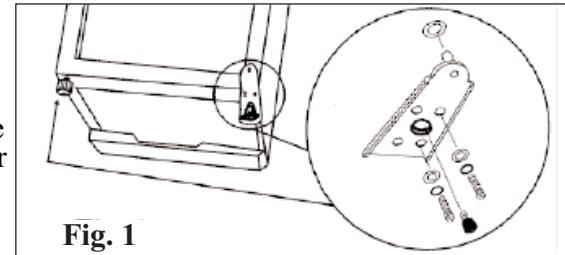

Fig. 1
- 1) Pour avoir accès à l'assemblage de la charnière inférieure de la porte, incliner le réfrigérateur vers l'arrière ou le poser sur le sol, porte vers le haut (Fig. 1).
- 3) Retirer les vis qui retiennent l'assemblage de la charnière inférieure de la porte au réfrigérateur (Fig. 1).